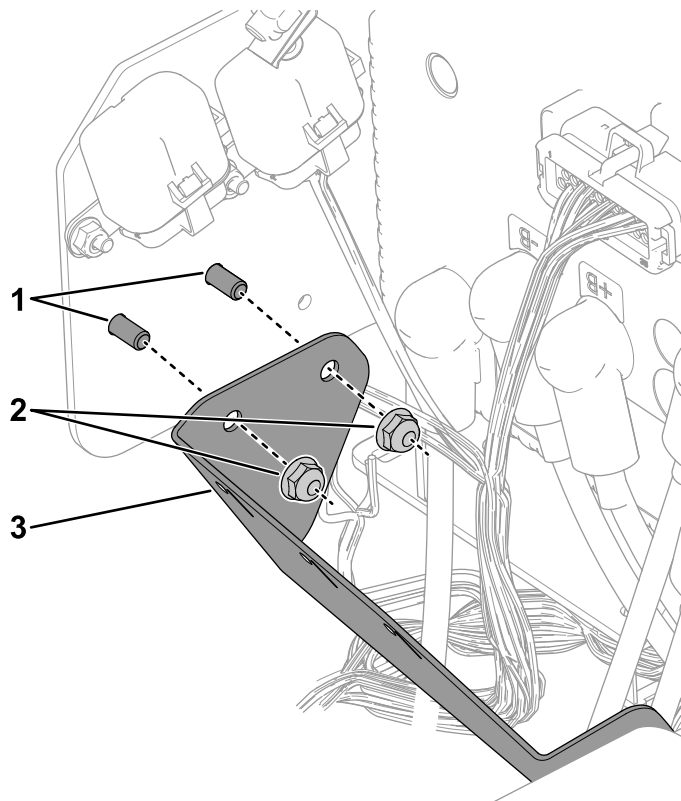

図3
1. ボルト1/4 x 1/2"2本とロックナット1/4"2個を使用して、図3のように、リレーを取り付けてあった穴にリレーブラケットを取り付ける。